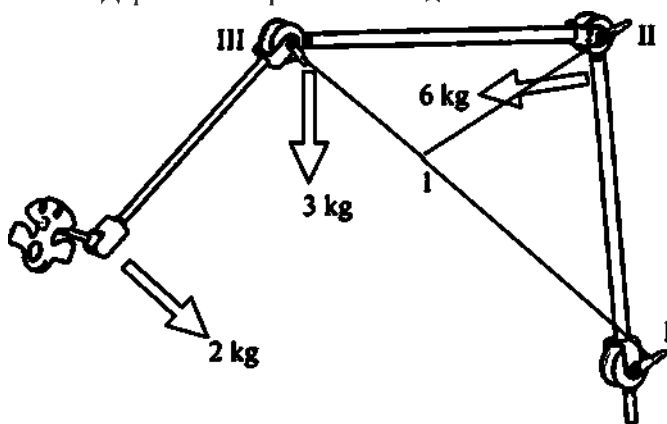

Рис.21
дыхательного контура ABC. Кронштейн вставим и обеспечим цапфой, и проверим или установим размер нагрузки для отдельных шарниров согласно рис. 21 – шарнир I нагружается массой 6 кг – 10%, для контроля шарнира II использовать нагрузку 3 кг – 10% и для контроля шарнира III использовать нагрузку 2 кг – 10% (внимание – нагрузку нельзя суммировать).
3. Перед проведением функционального испытания аппарата всегда проверяйте, находится ли датчик концентрации O₂ с адаптером (1, 2 – рис. 21) вне объема дыхательного контура – см. п. 7.16, из-за его калибровки на окружающий воздух во время функционального испытания.